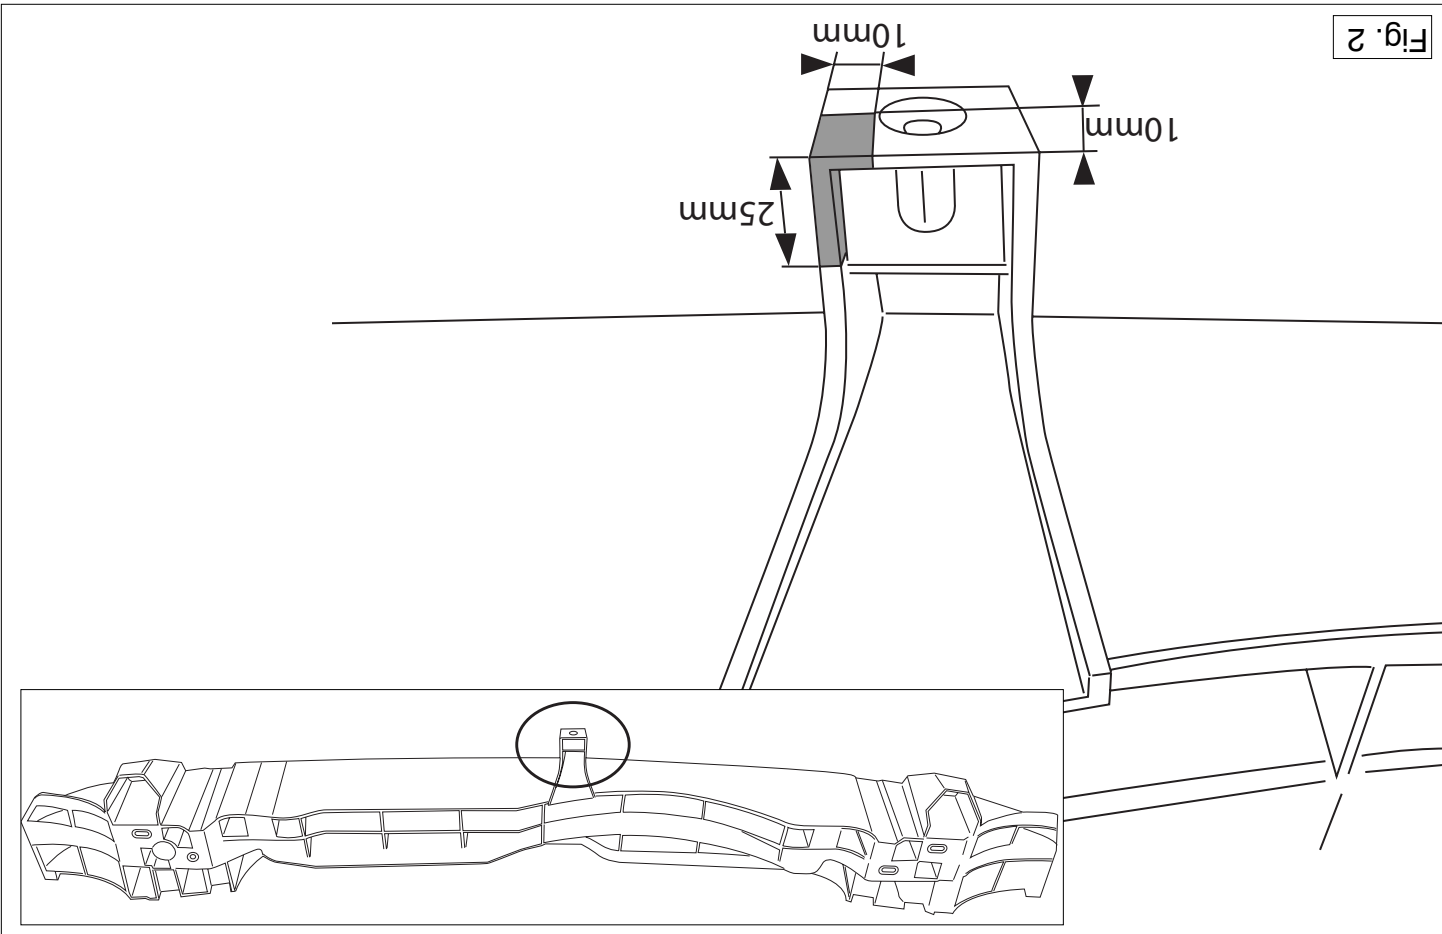

Fig. 2
6. Saw out from the bumperinnerwork the section indicated in accordance with fig. 2.
7. Position sideplate (L) / (R) at points A.
6. Scier les parties de la garniture du pare-chocs comme indiqué sur les fig. 2.
7. Placer la plaque latérale (G) / (D) à l'emplacement des points. A.
6. Gemäß Fig. 2 die angegebenen Stücke aus der Stoßstangeninnenverkleidung heraussägen.
6. Såga de markerade delarna ur stötfångaren innanmätet.. Se fig. 2.
7. Placera sidoplattan (L) / (R) vid punkterna A.
6. Sav ifølge fig. 2 de markerede dele ud af kofangerinderstykket.
7. Anbring sideplade (V)/(H) ved punkterne A.
6. Вырезать указанные части из внутренней арматуры бампера, как указано на рис. 2.